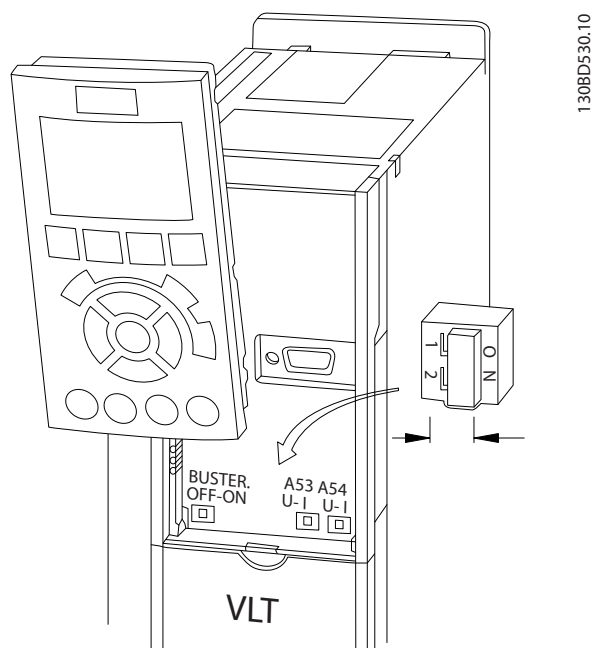

Ilustración 4.13 Ubicación de los interruptores de los terminales 53 y 54
1. Retire el panel de control local (consulte la *Ilustración 4.13*).
- Cada segmento debe terminarse en ambos extremos, utilizando bien el interruptor de terminación (term. de bus activado / desactivado, consulte la *Ilustración 4.13*) de los convertidores de frecuencia, o bien una red predispuesta de resistencias de terminación.